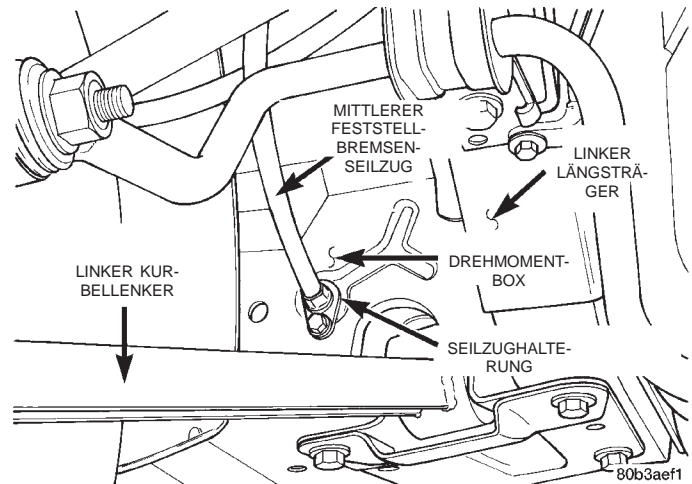

Abb. 70 Seilzug an der Drehmomentbox
(1) Fahrzeug gut abgestützt auf Unterstellböcke heben oder mit einem am Rahmen anzusetzenden Wagenheber anheben. Siehe Abschnitt zum Anheben des Fahrzeugs im Kapitel "Schmierung und Wartung" in diesem Werkstatthandbuch für das bei diesem Fahrzeug anzuwendende Verfahren.
(2) Die Einstellmutter/Feststellbremsen—Spannvorrichtung lösen, bis die Seilzüge nicht mehr gespannt sind.
(3) Den Verbinder zwischen vorderem und mittlerem Seilzug lösen.
(4) Die Schraube lösen, mit der die Halterung des mittleren Seilzugs an der Drehmomentbox/Karosserie befestigt ist (Abb. 70).
(5) Dem mittleren Seilzug von der Drehmomentbox lösen (Abb. 70).
(6) Den Verbinder am hinteren rechten Feststellbremsen-Seilzug vom mittleren Seilzug lösen.
(7) Den mittleren Seilzug von der Halterung der Spannvorrichtung lösen. Hierzu einen 13-mm (1/2 Zoll)-Ringschlüssel verwenden.
(8) Den Riegel am Verlegeclip für den mittleren Seilzug lösen. Dieser befindet sich oberhalb des hinteren linken Seilzugclips am hinteren Querträger der Radaufhängung.
(9) Den mittleren Feststellbremsen-Seilzug ausbauen.
(2) Den mittleren Seilzug an der Halterung der Spannvorrichtung einschnappen lassen.
(3) Den Halteclip wieder an der oberen linken Seite des Querträgers ansetzen und um den mittleren Seilzug herum in die richtige Stellung drücken.
(4) Den mittleren Seilzug wieder an den Verbinder des hinteren rechten Seilzugs anschließen.
(5) Den mittleren Seilzug durch die Öffnung in der Drehmomentbox führen (Abb. 70). Die Schraube eindrehen, mit der die Halterung des mittleren Seilzugs an der Drehmomentbox befestigt wird.
(6) Den mittleren Seilzug mit dem Verbinder am vorderen Seilzug verbinden.
(7) Feststellbremse einstellen. Siehe den Abschnitt zu Einstellarbeiten in diesem Kapitel des Werkstatthandbuches für das richtige Verfahren zum Einstellen der Feststellbremse.
(8) Fahrzeug absenken.